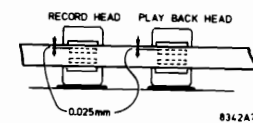

Fig. 12
- c. Kophoogte-instelling (Fig. 12)